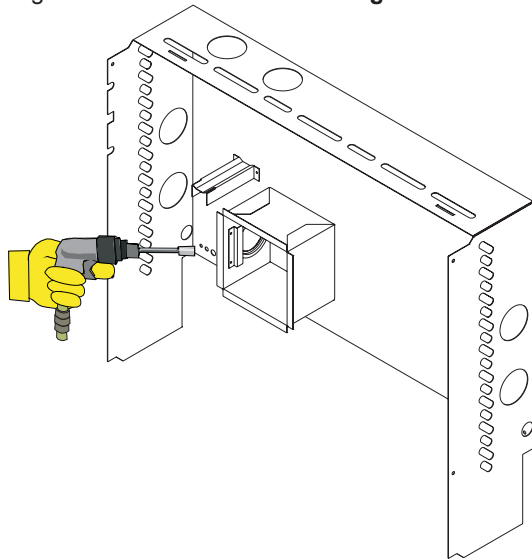

Figure 7
10. Fixer le capot profond en place sur le mur à l'aide des quatre ancrages achetés localement. **Voir Figure 7.**